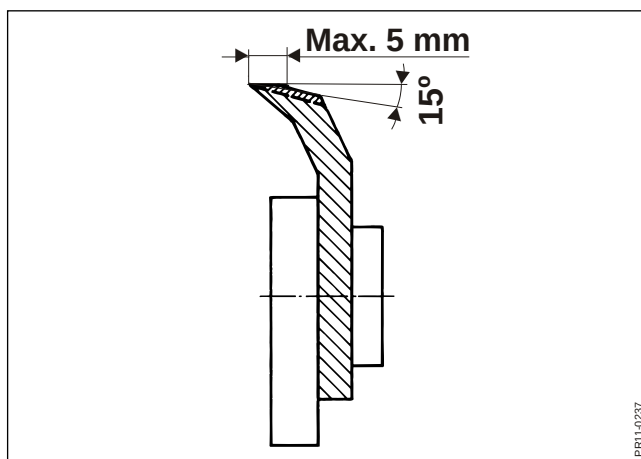

Fig. 4-33
- Fig. 4-33** For at undgå unødigt kraftforbrug under arbejde med snitteren og ekstra stort slid på slibestenen, er det nødvendigt at foretage en grovslibning eller afretning af knivene når skærekanten er 5 mm bred eller derover. Bagkanten skal slibes ned i en vinkel på ca. 15° bagover.